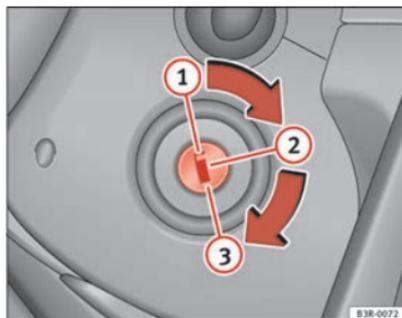

Fig. 137 Posições da chave
- Rode a chave para a posição  ⇒ página 174, fig. 137.